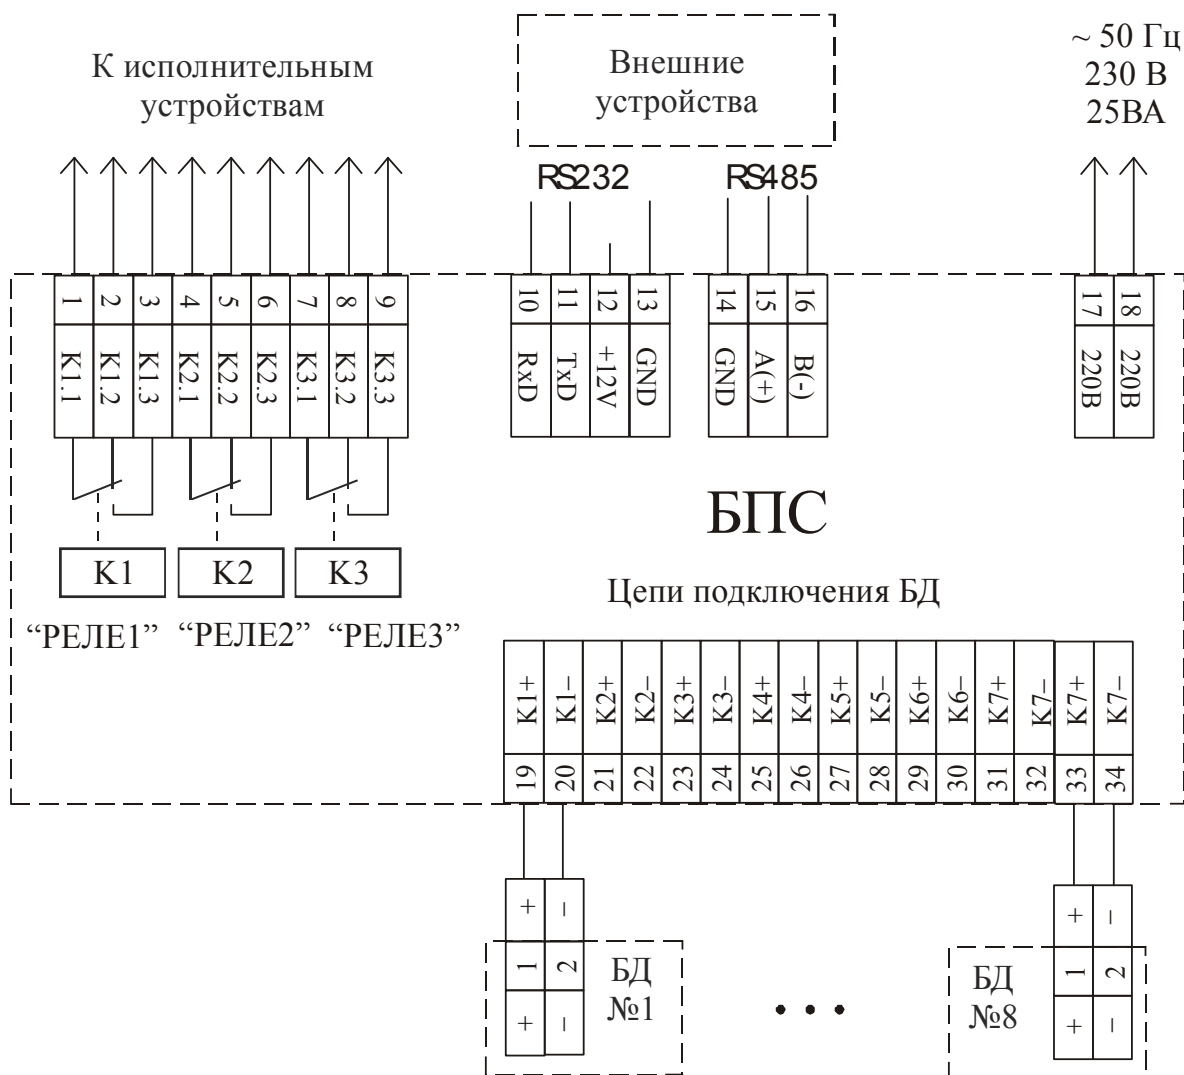

Рисунок 6.4
**Обработка состояния ПОРОГ1.** При превышении концентрации “порог1” включения СО мигает светодиодный индикатор ПОРОГ 1 (по 0.25 секунд сигнал/пауза). Включается внешнее исполнительное устройство РЕЛЕ3 (см.рисунок 6.4). Отмена состояния **снижение концентрации СО < порога 1 отключения или нажатие кнопки “СБРОС” оператором.**
При превышении концентрации “порог1” включения СхНх постоянно горит светодиодный индикатор ПОРОГ1 и звучит сигнал зуммер (0.3 секунды сигнал 1.7 секунды пауза). Включается внешнее исполнительное устройство РЕЛЕ3 (см.рисунок 6.4). Отмена состояния **снижение концентрации СхНх < порога 1 отключения или нажатие кнопки “СБРОС” оператором.**
**Обработка состояния ПОРОГ2.** При превышении концентрации “порог2” включения СО постоянно горит светодиодный индикатор ПОРОГ2, постоянное звучание ЗУММЕР. Включается внешнее исполнительное устройство РЕЛЕ2 (см. рисунок 6.4). Отмена звукового сигнала и восстановление состояния РЕЛЕ2 **снижение концентрации СО < порога 2 отключения и нажатие кнопки “СБРОС” оператором.** Отмена светового сигнала **порог2 снижение концентрации СО < порога 2 включения или нажатие кнопки “СБРОС”.**
При превышении концентрации “порог2” включения СхНх постоянно горит светодиодный индикатор ПОРОГ2 и звучит сигнал зуммер (1.7 секунды сигнал 0.3 секунды пауза). Включается внешнее исполнительное устройство РЕЛЕ2 (см.рисунок 6.4). Отмена состояния **только нажатие кнопки “СБРОС” оператором,** так как значение ПОРОГ2 совпадает со значением перегрузки БД.